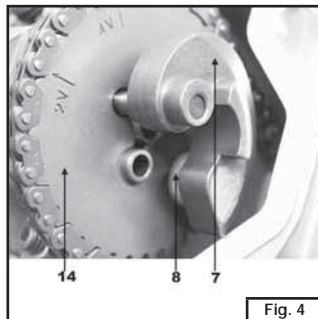

Fig. 4
- Sfilare la massa eccentrica (Fig.4-part.7), avendo cura di non perdere l'anellino in plastica ad essa fissato (Fig.4-part.8) (Fig.6-part.10).
- Smontare la corona dentata fissata sull'albero a camme. (Fig.4-part.14), e sfilare la catena di distribuzione.
- Slide off the eccentric mass (Fig. 4 - part. 7) and be careful not to lose the little ring on this mass (Fig. 4 part. 8) (Fig. 6 - part. 10).
- Remove the crown gear attached to the camshaft (Fig.4-part. 14) and slide off the distribution chain.
- Enlevez la masse excentrique (Fig. 4 - det. 7), sans perdre la petite bague en plastique qui se trouve sur cette masse (Fig. 4 - det. 8) (Fig. 6 - det. 10).
- Démontez la couronne dentée fixée sur l'arbre à cames (Fig. 4-det. 14) et enlevez la chaîne de distribution.